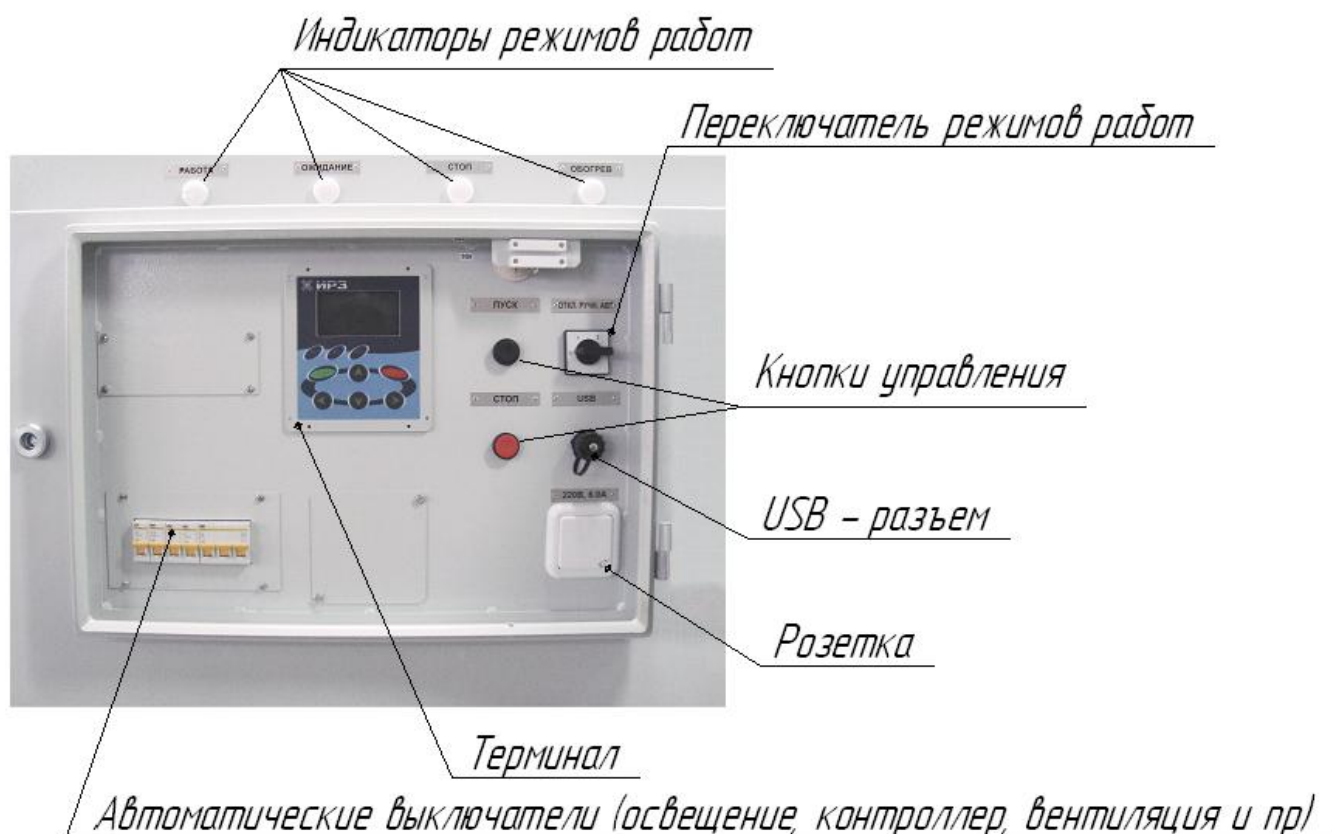

Рисунок 1.1 – Панель оператора станции управления ИРЗ-500 с открытой дверью
1.3.11.2 На лицевой стороне двери шкафа СУ расположены три единичных индикатора режимов работы: РАБОТА, ОЖИДАНИЕ, ОСТАНОВ, а также индикатор включения подогрева ПОДОГРЕВ (рис. 1.1), видимые при закрытой двери панели оператора. Индикаторы отображают текущий режим работы СУ. На рисунке 1.2 изображена панель оператора станций управления с контроллером КСУ500 (ИРЗ-511-15, ИРЗ-512-17, ИРЗ-512-20, ИРЗ-513-18).